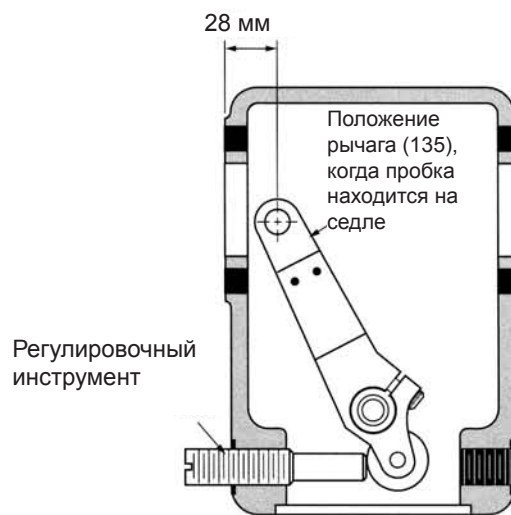

Рисунок 6
Так как седло и плунжер изготовлены из мягких материалов, рычаг (135) должен располагаться так, чтобы клапан обеспечивал необходимую герметичность. Для облегчения выполнения операции можно использовать маховик или регулировочный инструмент (рисунок 6).